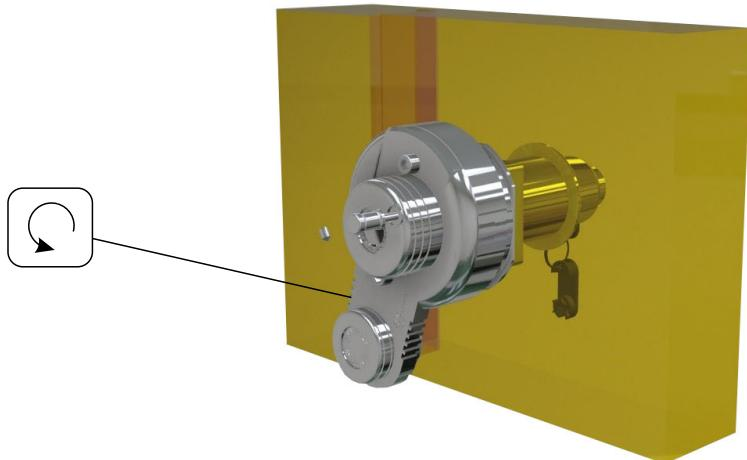

Рис.12
**Шаг 8.** Не отпуская кнопку, повернуть ригель вниз до упора и открыть дверь (рис.12)